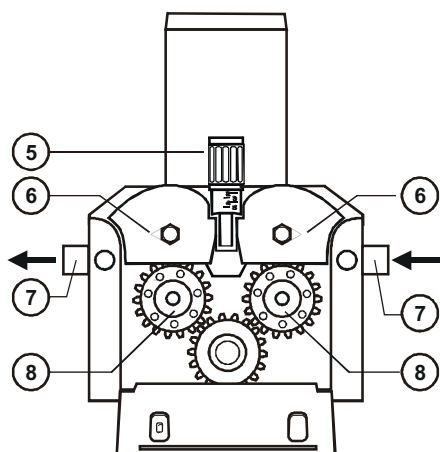
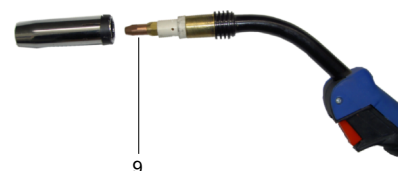

Fig.8 - Motor 4 roletes 50W
Fig.10 – Ponteira de pistola
- Os roletes do motor redutor (8-fig.8&9) e a ponteira da pistola (9-fig.10) devem corresponder ao diâmetro do fio a utilizar.
Seguidamente, deve conduzir-se o fio através dos roletes (8-fig.8&9) e do guia-fio (7-fig.8&9) fazendo-o avançar manualmente alguns centímetros para dentro da pistola. De seguida, fechar as alavancas de tracção (6-fig.8&9) verificando cuidadosamente se o fio fica alojado na cava do rolete. Para regular a pressão dos roletes deve apertar-se ligeiramente o parafuso de regulação (5-fig.8&9); esta regulação deve ser completada com o motor em funcionamento gradualmente até se verificar que o fio avança sem patinar. Deve reduzir-se esta pressão ao mínimo indispensável evitando deformações do fio por esmagamento.